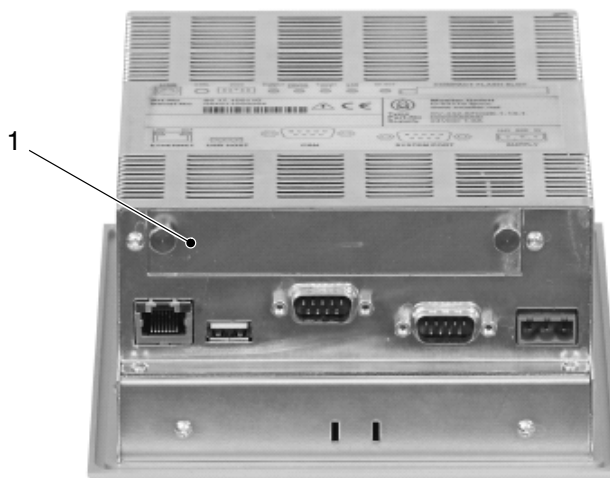

Fig. 7-3
1. Desaparafuse a tampa (1, fig. 7-3) e guarde-a ou desaparafuse o módulo de comunicação antigo e retire-o.